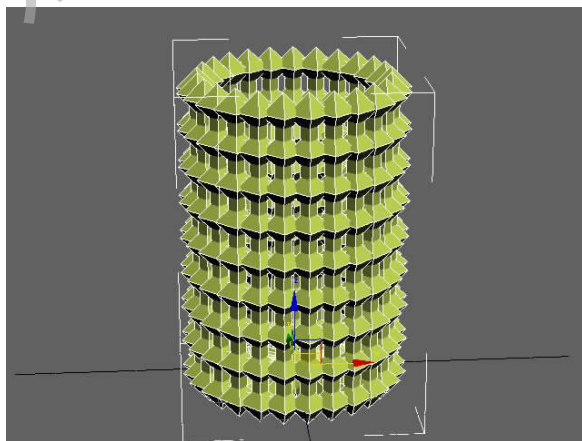

图 2-86 添加晶格修改器
Step 3. 进入修改器面板,在修改器列表中选择“晶格”修改器,如图 2-86 所示。